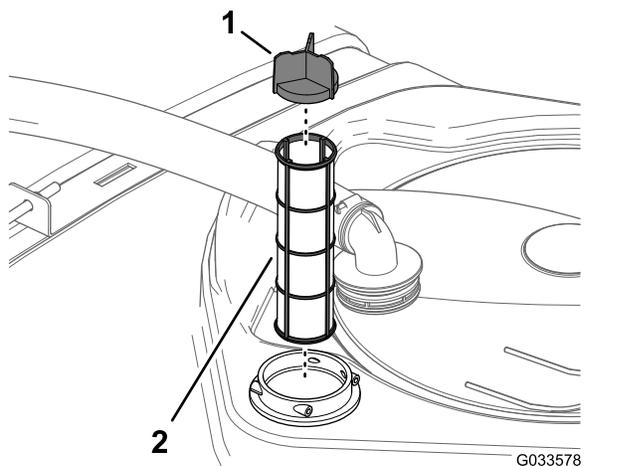

图 59
4. 从药缸内的过滤器外壳中拆除旧的吸入式过滤器 图 59。